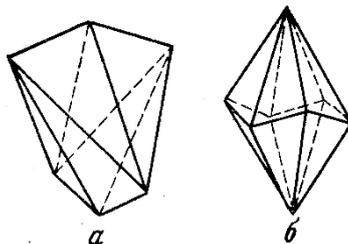

Рисунок 7 - Скаленоэдры: а – тетрагональный, б – тригональный
*Скаленоэдры* (с греч. скалено - косою) – простая закрытая форма. Грани скаленоэдров пересекают главную ось ( $L_3$  и  $L_{i4}$ ) в двух точках. Пара нижних граней располагается симметрично между двумя парами верхних. Очертания граней отвечают разносторонним треугольникам (рисунок 7).